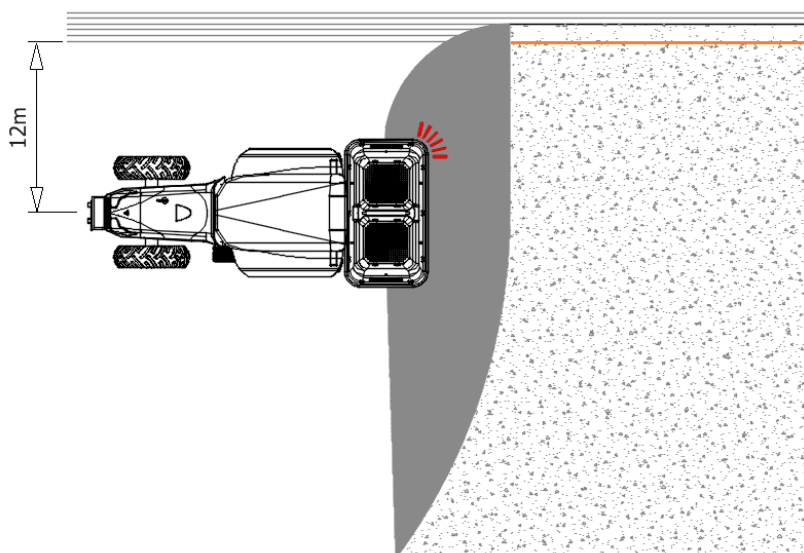

Figura 6.12 – Ex. de espalhamento - limitação “até à margem”
Se pretende limitar o espalhamento para completar metade do esquema de espalhamento (*Figura 6.12*), limitação “até à margem”, deve proceder da seguinte forma:
- **Afaste o trator 12 metros**, desde o seu centro até à margem, como indicado (*Figura 6.12*),